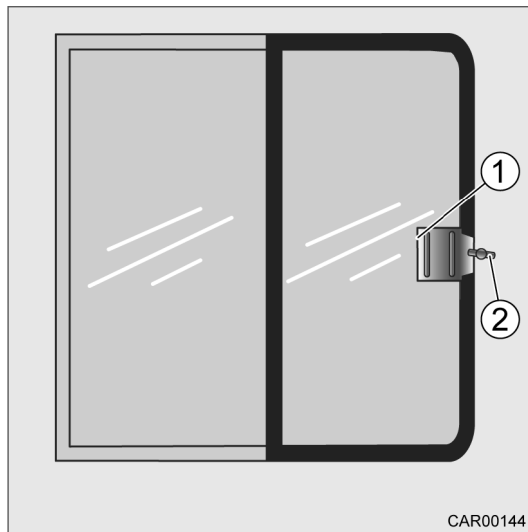

Fig. 71 Vitre cabine (côté passager), fermée
1. Placer le verrou (Fig. 71/2) verticalement.
2. Ouvrir la vitre à l'aide de la poignée (Fig. 71/1).
1. Fermer la vitre à l'aide de la poignée (Fig. 71/1).
2. Placer le verrou (Fig. 71/2) horizontalement.